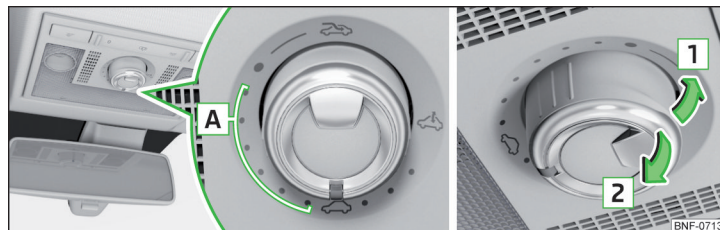

Fig. 38 Operarea trapei glisante/rabatabile
### Operarea trapei glisante/rabatabile » fig. 38
Dacă trapa glisantă/rabatabilă se închide prin tragerea de locașul comutatorului în sensul săgeții **2** » fig. 38 la pagina 43 și procesul de închidere este împiedicat de un obstacol, la a treia încercare se închidere se va dezactiva limitarea forței (dacă intervalul dintre încercările de închidere va fi sub 5 s). Trapa glisantă/rabatabilă se închide cu toată forța - Pericol de accidentare.
- Cuplați contactul și aduceți comutatorul în poziția  » fig. 38 la pagina 43.